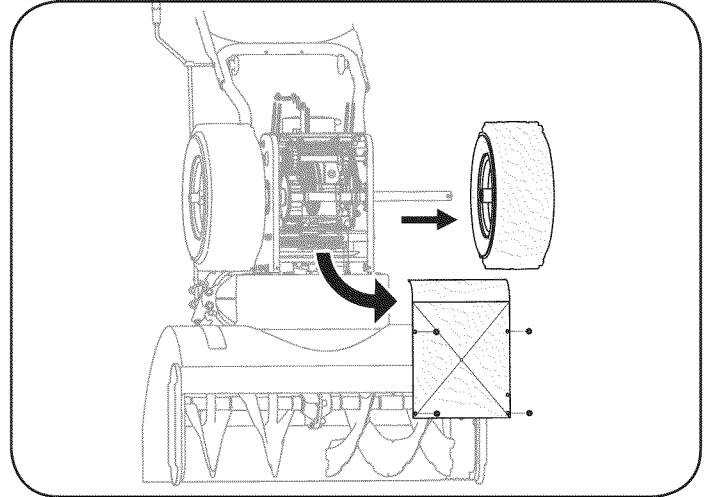

Figura 34
3. Quitar los tornillos de la estructura por debajo de la cubierta de nieve lanzador (consulte la Figura 34). Retire la rueda derecha